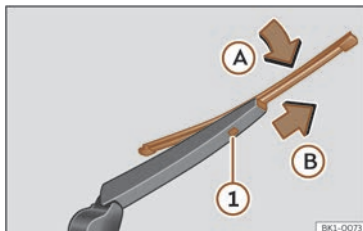

Fig. 188 Remplacement du balai d'essuie-glace arrière.
- Faites pivoter légèrement le balai d'essuie-glace >>> **fig. 188** (flèche A).
- Maintenez la touche de déverrouillage ① enfoncée et tirez en même temps sur le balai dans le sens indiqué par la flèche B.
- Insérez sur le bras d'essuie-glace arrière un balai d'essuie-glace neuf **de même longueur et de même type** dans le sens contraire de la flèche B et jusqu'à ce que la touche ① s'emboîte.